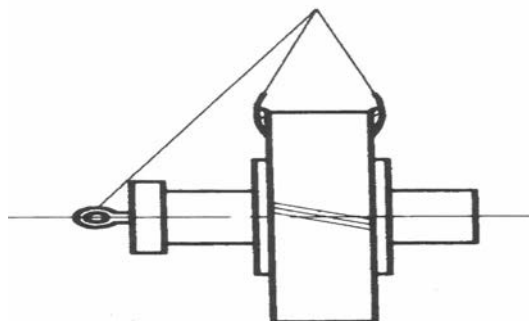

图 1-9 输出组件吊装
3.3.1.2 按图 1-9 将输出轴组件水平吊起（可用水平仪确认水平），缓慢地将轴放到轴瓦上。注意使输出大齿轮端面上有标记“TOP”或用红漆画的“↑”处于上方。